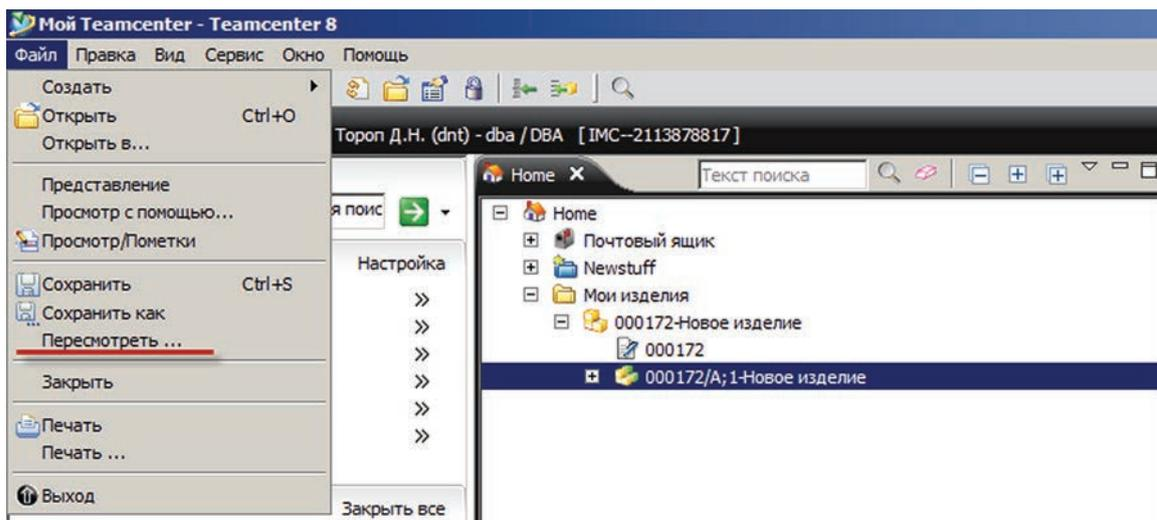

Рисунок 4.8
- выбрать существующую модификацию, на базе которой требуется создать новую, и выбрать пункт основного меню **Файл > Пересмотреть**, в результате чего запустится мастер создания новой модификации изделия (рис. 4.8);